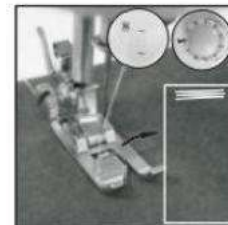

Abb.17
- (1) Legen Sie das Tuch unter den Druckfuß, senken Sie den Druckfuß auf die Stelle, an der das Knopfloch auf dem Tuch genäht werden muss, und wählen Sie den Stich Nr. 8. (2) Schalten Sie den Schalter ein, nähen Sie 5-6 Stiche bei niedriger Geschwindigkeit und schalten Sie den Schalter aus (Abb. 17).